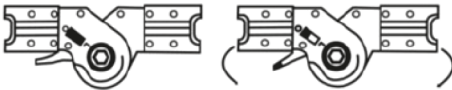

Fig. 5 – Bisagras
- Para liberar las bisagras, simplemente mueva el asa a la posición de desbloqueo "O" (fig. 5) y luego dobla la escalera hacia adentro.